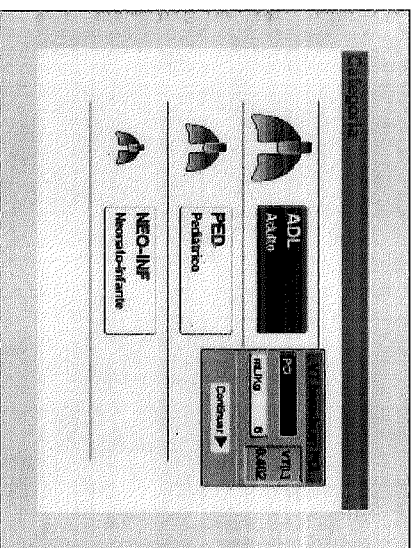

Figura 4. Interfaz PCI
5. Seleccionar categoría del paciente y ajustar el PCI y mL/kg (ver figura 4).